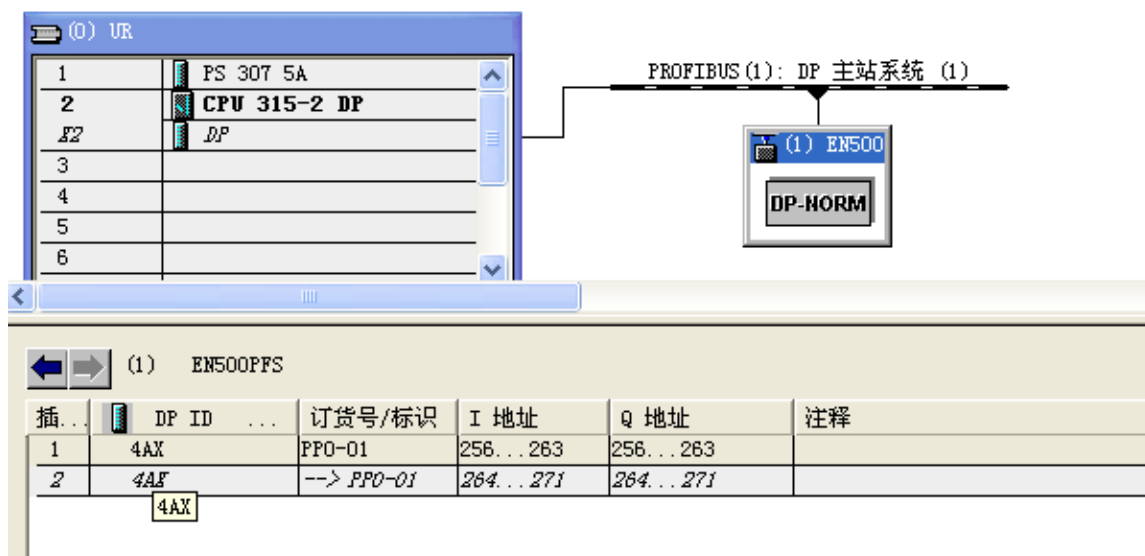

Рис. 3-12
8. Сконфигурируйте функции данных подчиненной станции, возьмите пример формата данных PPO1, как показано на Рис. 3-12: